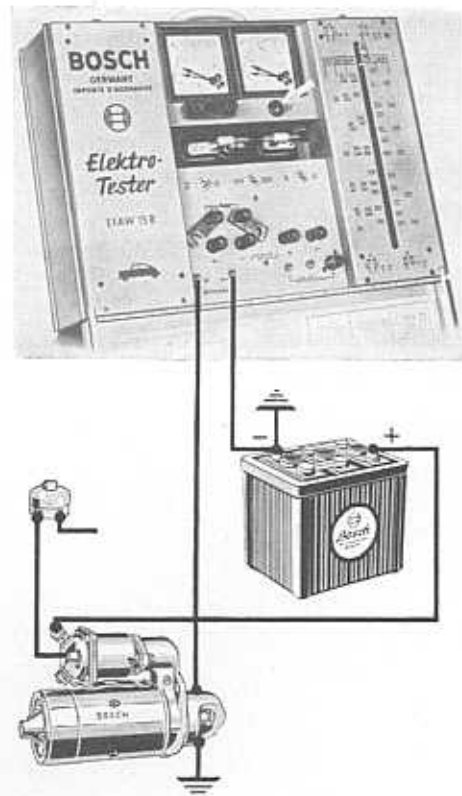

Bild 12
c) **Masseverbindung** (Bild 12)